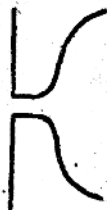

图 2
2.出鉄口鋼板孔要大,然后用火泥砌成較小的出鉄口。出鉄口應該薄些(图2),并且做成里大外小的喇叭形状。这样可以避免里面鉄水冻结,如果冻结的話,也可以藉打通出鉄口四周的火泥,将出鉄口及时打开,从而可以避免用氧气吹燒。